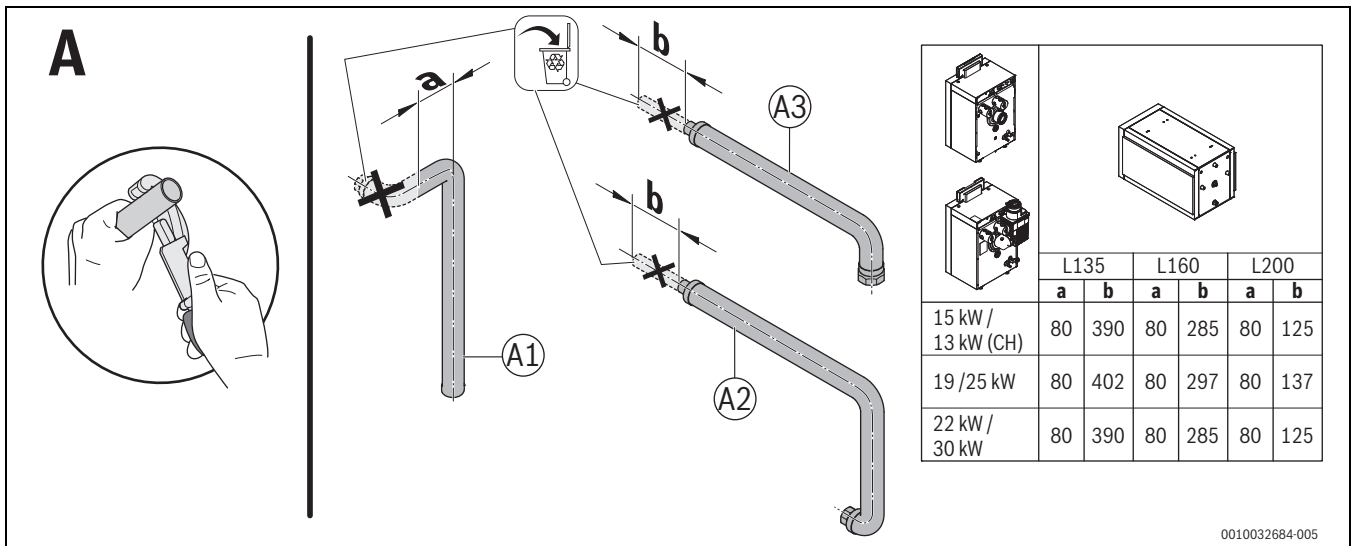

Bild 11 Kürzen der Rohre, Variante A
- ▶ Rohre entsprechend Bild 11 und 12 kürzen und montieren.
Kürzen der Rohre entsprechend Bild 11 vornehmen. Ansonsten Instal-